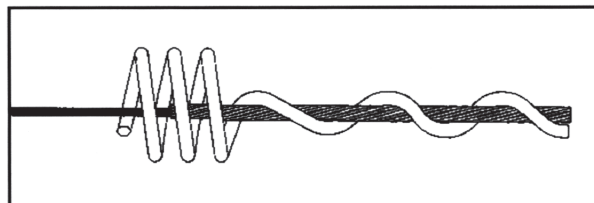

FIGURA 4 – INSTALAÇÃO COMPLETA
2.04 Quando a instalação estiver completa (Figura 4), o cabo ADSS deverá estar posicionado mais ou menos na metade da seção da atenuação do efeito corona e o espiral não deverá entrar em contato com o cabo. Também, todas as extremidades das varetas de proteção preformadas deverão estar posicionadas dentro e aproximadamente no centro da seção de atenuação. Se necessário remova e reposicione a espira para obter posição correta.